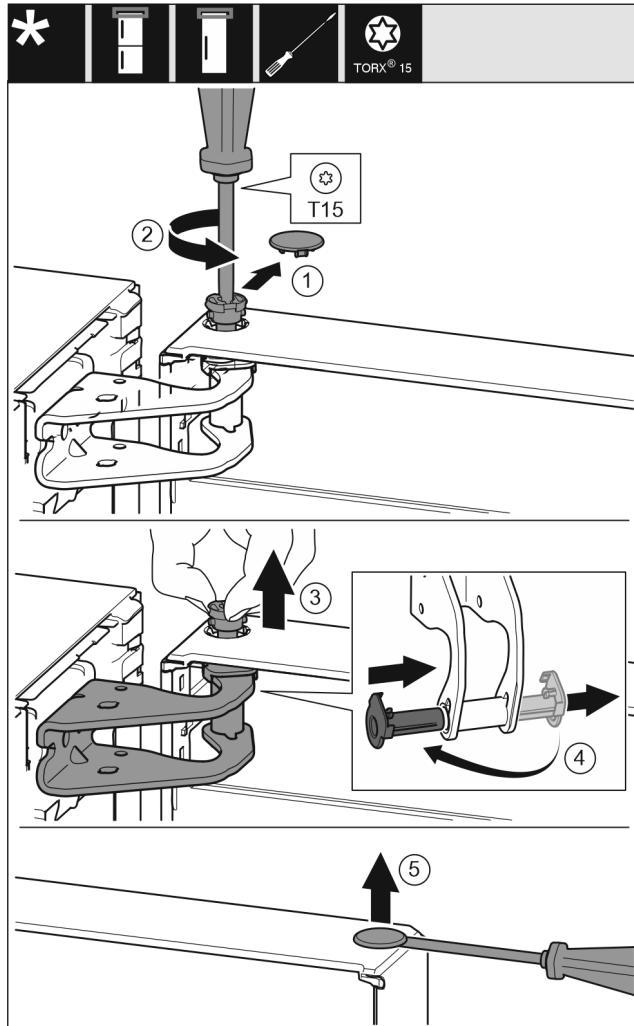

Fig. 10
- ▶ Осторожно снимите предохранительную крышку. Fig. 10 (1)
▶ Немного выкрутите палец отверткой T15. Fig. 10 (2)
▶ Удерживая дверь, извлеките палец вручную. Fig. 10 (3)
▶ Опорную втулку вытяните из направляющей. Установите и зафиксируйте с другой стороны. Fig. 10 (4)
▶ Осторожно приподнимите и извлеките при помощи шлицевой отвертки заглушку из опорной втулки двери. Fig. 10 (5)